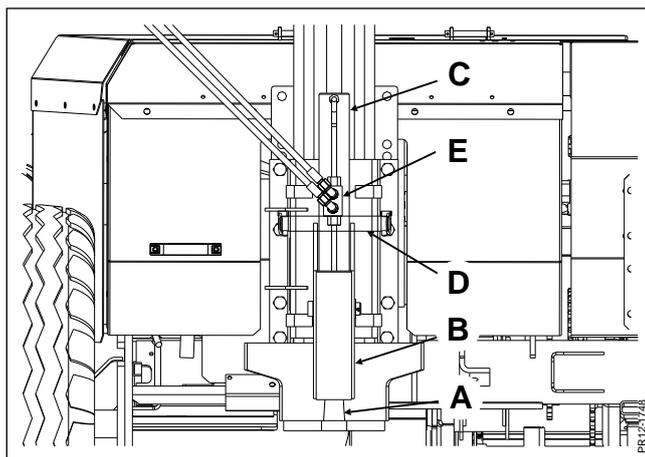

Abb. 3-4
**WICHTIG:** Ist der Anhänger an den Hydraulikanschluss **B** angeschlossen und die Maschine wird auf öffentlichen Straßen gefahren, **MUSS** der Sicherungsstift **D** aus der Halterung entfernt werden und durch den Rahmen an Hydraulikanschluss **B** geführt werden, sodass der Kupplungshaken **A** mechanisch gesperrt wird, siehe Abb. 3-4. Dies ist in der Straßenverkehrsordnung vorgeschrieben.
**Abb. 3-4** Der Anhänger wird wie folgt getrennt: Ist der Sicherungsstift **D** so angebracht, dass er den Kupplungshaken **A** sichert (siehe Abb. 3-4), wird der Sicherungsstift **D** entfernt und in der Halterung an Hydraulikanschluss **B** angebracht. Dann wird der Kupplungshaken **A** durch Aktivieren des Zylinders **C** abgesenkt. Ist der Kupplungshaken **A** vollständig abgesenkt, kann der Anhänger abgetrennt werden. Die Stecker für die Beleuchtung und Schläuche zum Kippen des Anhängers sowie Bremsen müssen getrennt werden, wenn diese eingebaut waren.